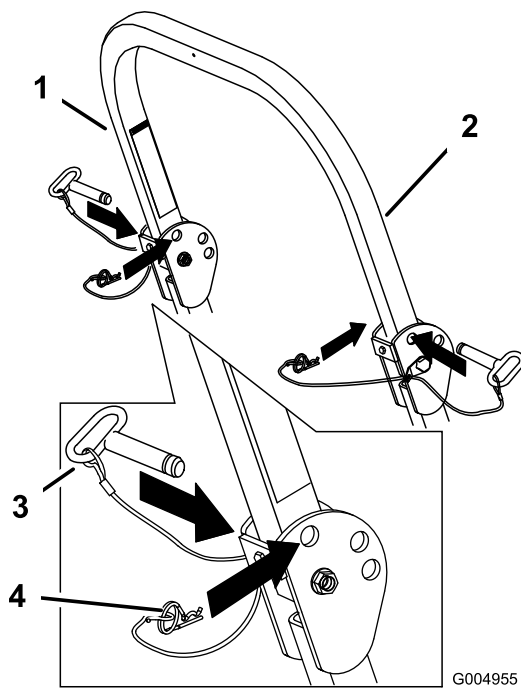

Figura 9
1. Rimuovete le coppiglie e togliete le due spine (Figura 9).
3. Montate le due spine e fissatele con le spine delle coppiglie (Figura 9).
4. Per alzare il roll bar togliete le spine delle coppiglie e le due spine (Figura 9).
5. Alzate completamente il roll bar e montate le due spine, quindi fissatele con le spine delle coppiglie (Figura 9).